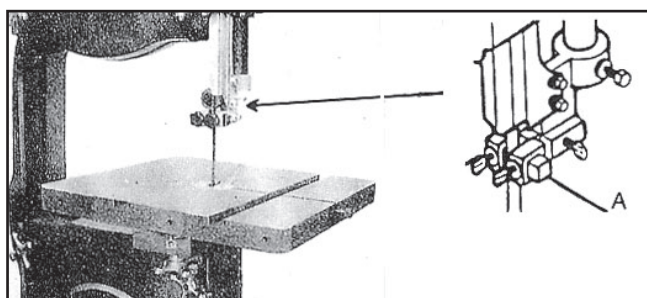

Figura 20
El ensamblaje de la guía superior de la cuchilla también debe ser ajustada de manera de que la guía de la cuchilla (A) Figura 20, este igual a la de la mesa.